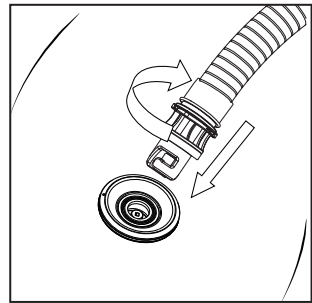

Abbildung 2
- Installieren Sie das andere Ende des Schlauchs mit dem passenden Adapter des Ventils (Abbildung 2), und drehen Sie ihn im Uhrzeigersinn fest. Setzen Sie dann das Aufblasventil ein und drehen Sie es im Uhrzeigersinn fest (Schritt in Abbildung 2).
- Drehen Sie den Einstellknopf (2), um den gewünschten Druckwert einzustellen.
- Nachdem Sie die oben genannten Schritte durchgeführt haben, drücken Sie den Ein-/Aus-Schalter (3), um das Aufpumpen zu starten.